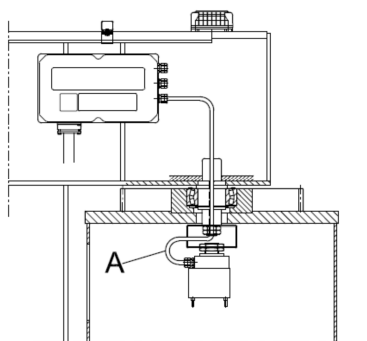

fig.39
1. Conectar al cuadro eléctrico de mando rotación el cable **A** más corto del colector giratorio pasándolo a través del agujero del perno de rotación solidario con el brazo. (fig.39)